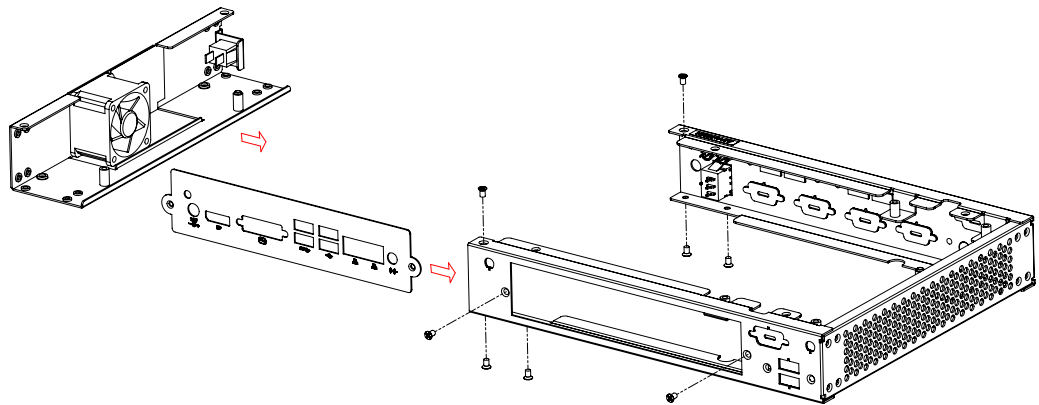

Figure 2.2 Assemble the Rear IO Panel / 組裝後面 IO 面板 / 組裝後面 IO 面板
- Figure 2.2 Assemble the Rear IO Panel / 組裝後面 IO 面板 / 組裝後面 IO 面板 6